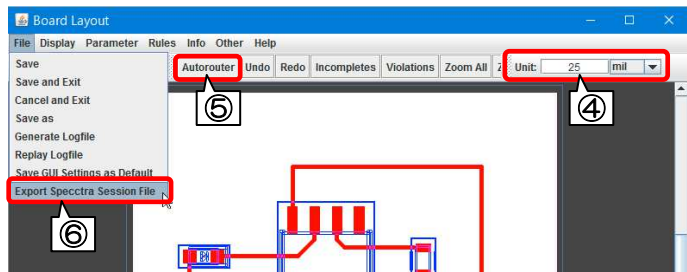
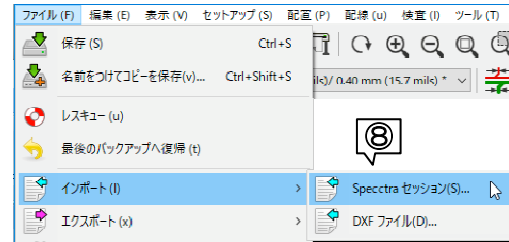

図 A-7
図 A-8
- ④ Freeroute：ツールバーの Unit 欄を 25 mil に設定します。 図 A-7
- ⑤ Freeroute：ツールバー[Autoruter]をクリックします。
- ⑥ Freeroute：自動配線終了後，メニューバー「File」→「Export Specctra…」と進みます。
- ⑦ Freeroute：確認ダイアログが開くので[はい]をクリックします。
- ⑧ KiCad：「ファイル」→「インポート」→「Specctra セッション」→ ses ファイルを読み込みます。図 A-8